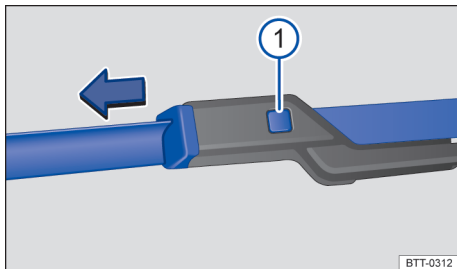

Fig. 171 Substituir as palhetas dos limpadores dos vidros do para-brisas.
- Manter o botão de destravamento pressionado e, ao mesmo tempo, puxar a palheta dos limpadores dos vidros para fora, no sentido da seta → Fig. 171 ①.